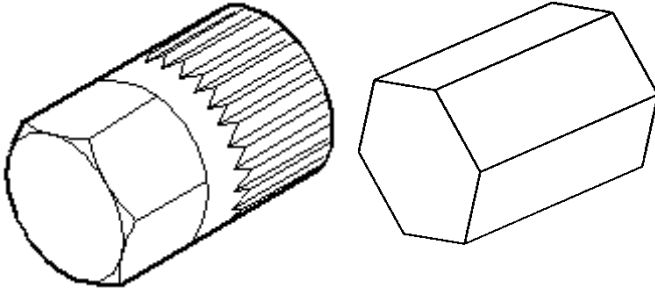

Figure 1: Tool Included (Varies By Application)
5. Engage the included OAD/OAP tool (Figure 1) into a 17mm impact socket on an impact gun (Figure 2).
9. Engage the included tool (Figure 1) into the OAD/OAP.
5. Insérer l'outil OAD/OAP fourni (figure 1) dans une douille à impact de 17 mm sur un pistolet à choc (figure 2).
9. Insérer l'outil fourni (figure 1) dans l'OAD/OAP.